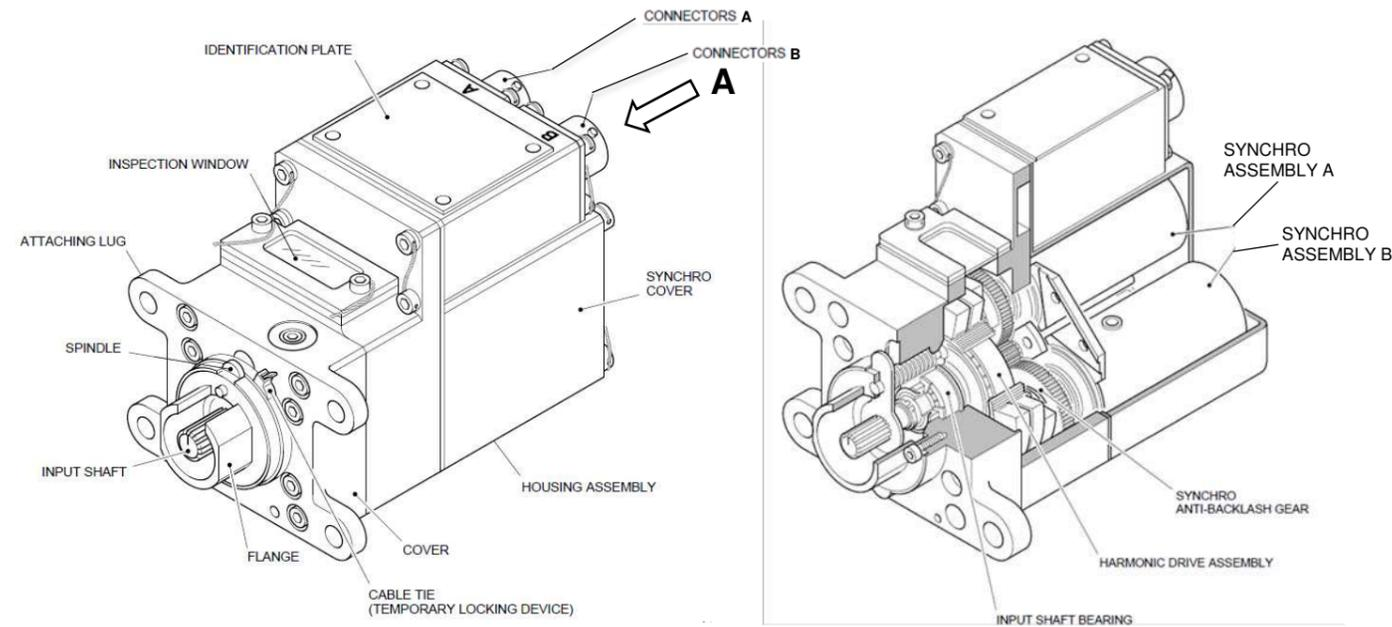

Fig 2 : APPU
L'APPU (figure 2) transmet la puissance mécanique aux volets. Il est composé de 4 éléments principaux :
- 2 synchro assemblies A et B (figure 2)